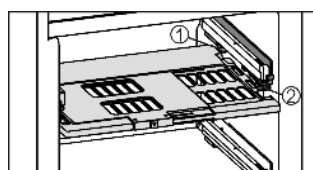

Fig. 14
- ▶ Introduire la plaque de régulation de l'humidité : insérer les travers du couvercle de la plaque par le bas dans le support arrière *Fig. 14 (1)* et encliqueter devant dans le support *Fig. 14 (2)*.